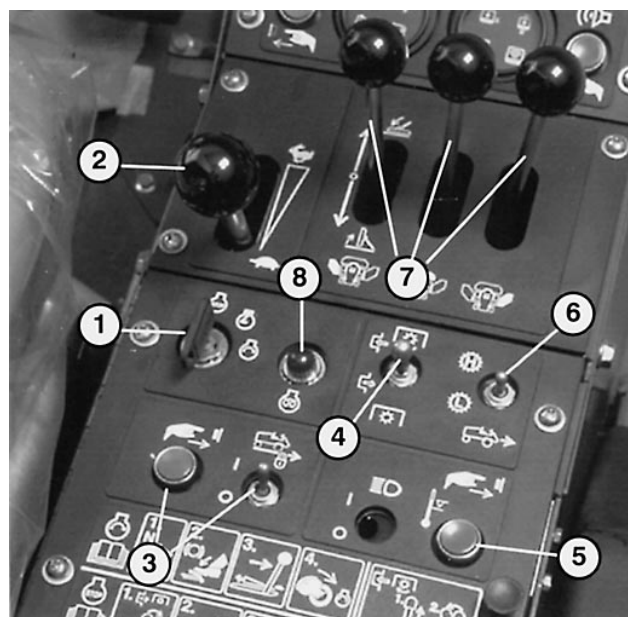

Figure 16
Commutateur à clé (Fig. 16)—Trois positions : contact coupé (OFF), contact établi (ON) et démarrage (START). Tourner la clé à la position de DEMARRAGE et la relâcher lorsque le moteur commence à tourner. Pour arrêter le moteur, tourner la clé à la position CONTACT COUPE.
Commande d'accélérateur (Fig. 16)—Utilisée pour faire tourner le moteur à divers régimes. Déplacer la manette d'accélérateur en avant pour augmenter le régime (FAST) et en arrière pour réduire le régime (SLOW).
Commandes du régulateur de vitesse (Fig. 16)—Deux commandes situées sur le tableau de bord à droite de l'utilisateur. L'une commande la MARCHE/ARRET et l'autre engage le régulateur de vitesse. Le régulateur de vitesse, au mode gamme haute ou gamme basse, est désengagé en actionnant la pédale de frein ou en tournant la commande à la position ARRET.
Commande de vitesse de déplacement en gamme haute/basse (Fig. 16)—Lever de sélection des vitesses en gamme haute ou basse. Pousser le levier en avant pour sélectionner la gamme haute ou le tirer en arrière pour sélectionner la gamme basse. Le levier revient au point mort. Il repasse automatiquement au mode gamme basse quand une unité de coupe est abaissée, l'unité de coupe avant n'est pas entièrement relevée ou le moteur est coupé.
Commandes de relevage des unités de coupe (Fig. 16)—Les deux leviers extérieurs relèvent et abaissent les unités de coupe extérieures et le levier central relève et abaisse l'unité de coupe avant. Le moteur doit être en marche pour abaisser et relever les unités de coupe. Les lames des unités de coupe s'arrêtent automatiquement quand les unités sont relevées. Pour abaisser les unités de coupe extérieures, continuer d'actionner les leviers de commande jusqu'à ce que les unités de coupe passent le centre. Les unités "flottent" alors vers le gazon.
Indicateur de préchauffage (Fig. 16)—Il actionne automatiquement la période correcte de préchauffage quand la clé de contact est tournée à la position CONTACT ETABLI. Il s'allume lorsque les bougies de préchauffage sont activées. Lorsque les bougies sont suffisamment chaudes, le voyant s'éteint pour indiquer que le moteur est prêt à démarrer.
Commande d'entraînement des unités de coupe/de PDF (Fig. 16)—Tirer la gaine vers le haut sur le levier de commande, pousser le levier à la position ENGAGER et le relâcher pour actionner la commande. Le levier passe alors au point mort. Placer le levier en position DESENGAGER pour arrêter. La commande repasse automatiquement au mode DESENGAGER quand les trois unités de coupe sont relevées ou le moteur est coupé.
Commutateur de dérogation du moteur (Fig. 16 & 17)—Si le moteur a été coupé par la commande de sécurité à la suite d'une surchauffe, appuyer sur ce bouton pour mettre le moteur en marche. Utiliser ce bouton en cas d'urgence seulement et à intervalles courts.